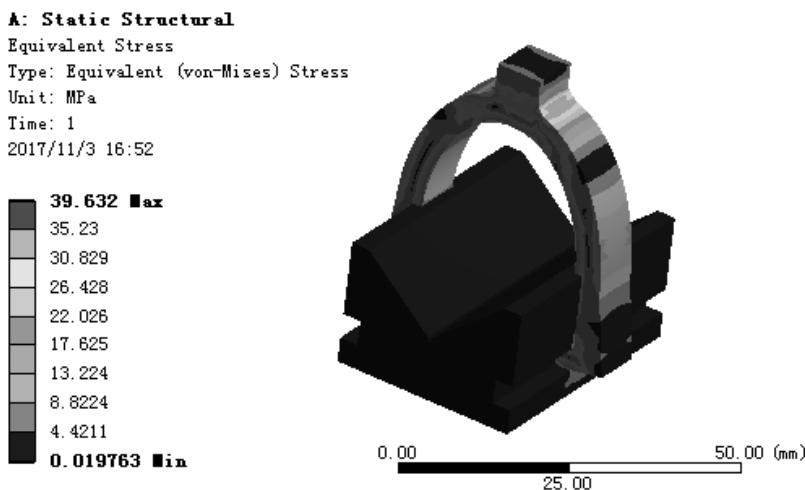

图 7.6.19 应力结果图解
- (1) 求解分析。在顶部的工具栏中单击 按钮求解分析。
- (2) 查看应力结果图解。在“Outline”窗口中选中 Equivalent Stress，查看图 7.6.19 所示的总应力结果，其最小应力为 0.019763 MPa，最大应力为 39.632 MPa。